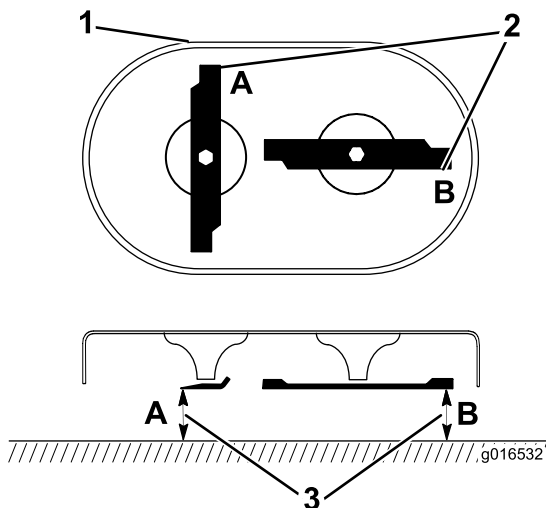

Figure 35
1. Faites pivoter les lames pour les positionner comme montré à la Figure 35.
2. Mesurez la distance entre une surface plane et le tranchant des lames aux points **A** et **B**, (Figure 35), et notez ces deux dimensions.